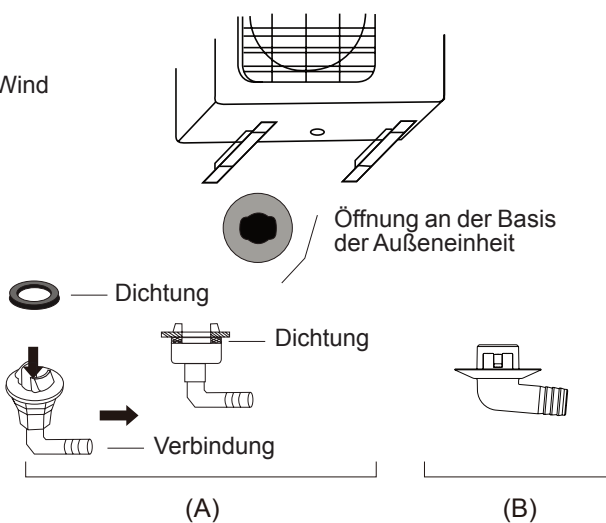

Abb. 5.4
**Wenn die Abflussverbindung keine Gummidichtung hat** (siehe Abb. 5.4-B), gehen Sie wie folgt vor: